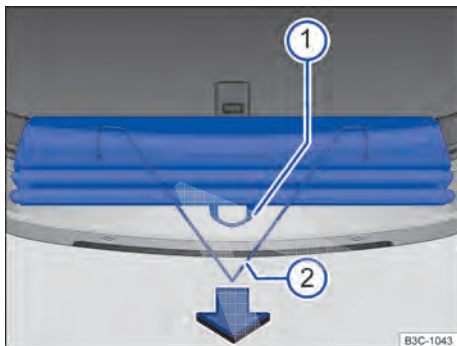

Fig. 113 No compartimento de bagagem: desdobrar e dobrar o pano de proteção.
- Puxar o pano de proteção pela tira ⇒ **Fig. 113** ① no sentido da seta por cima do para-choque traseiro.